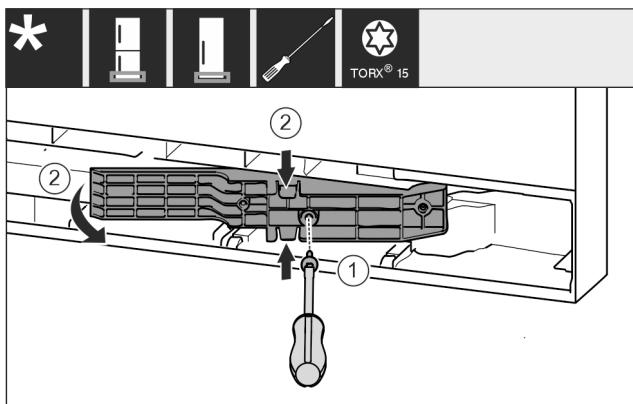

Fig. 18 *
- Ослабьте винты отверткой T15. Fig. 18 (1)*
- Извлеките деталь адаптера. Fig. 18 (2)*